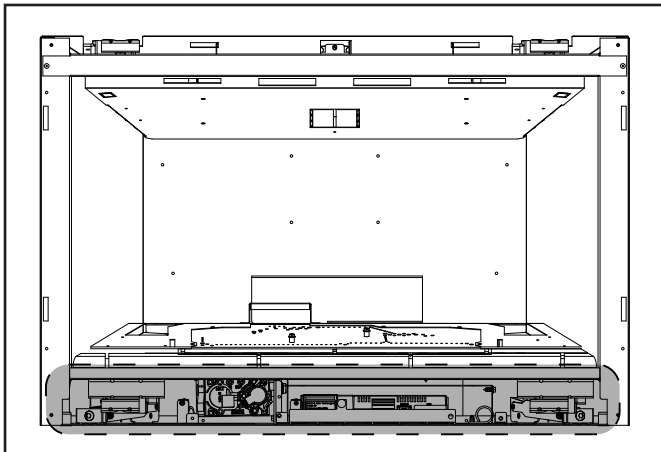

Figure 3.7 Cavité des commandes
1. Accédez à la cavité du contrôle de l'appareil. Voir la figure 3.7 pour l'emplacement. La façade décorative devra être enlevée.